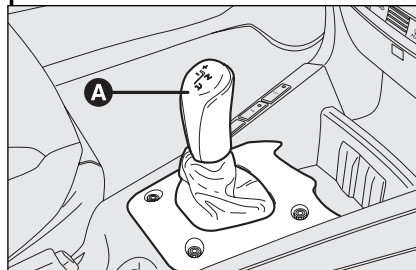

fig. 8
Interviniendo en la palanca de mando **A**-fig. 8 de tipo flotante de “posición única central estable”, es posible aumentar / disminuir la relación de la marcha acoplada y/o poner la marcha atrás (R) o el punto muerto (N).